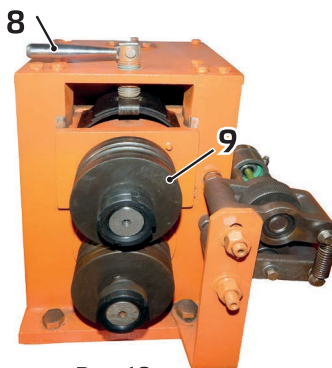

Рис. 19
- Вращая ручку 8 поднимите прижимной ролик 9 (рис. 19).